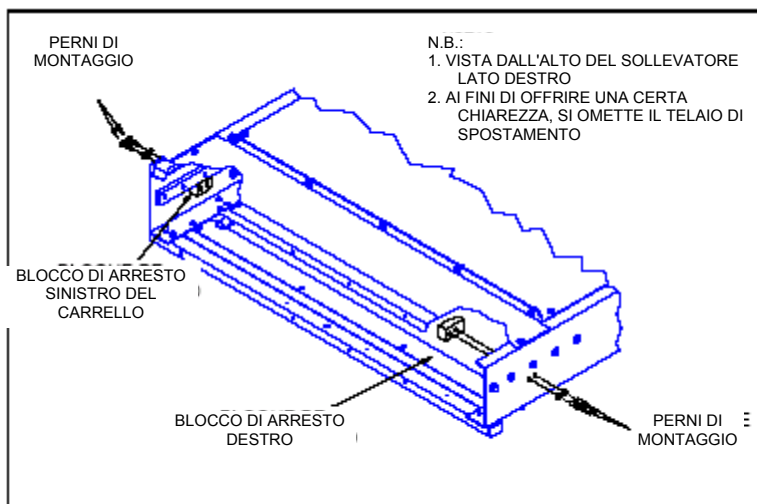

FIGURA 4-15: SITUAZIONE DEI BLOCCHI DI ARRESTO DEL CARRELLO
- Consulte la **Figura 4-15**. I perni di montaggio del blocco di arresto del carrello sono accessibili dalla parte inferiore del veicolo o dalla parte anteriore del cassone. Rimuovere i perni e i due blocchi di arresto.